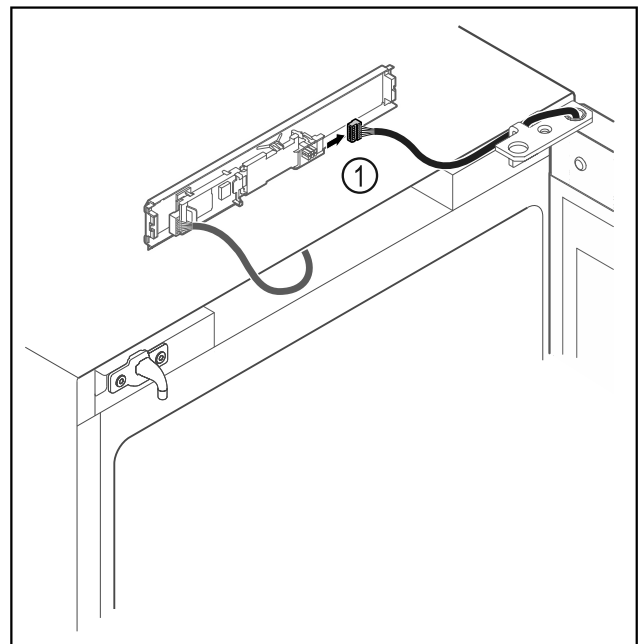

Fig. 4
- ▶ Αποσυνδέστε το φιν Fig. 4 (1) από την πλακέτα.